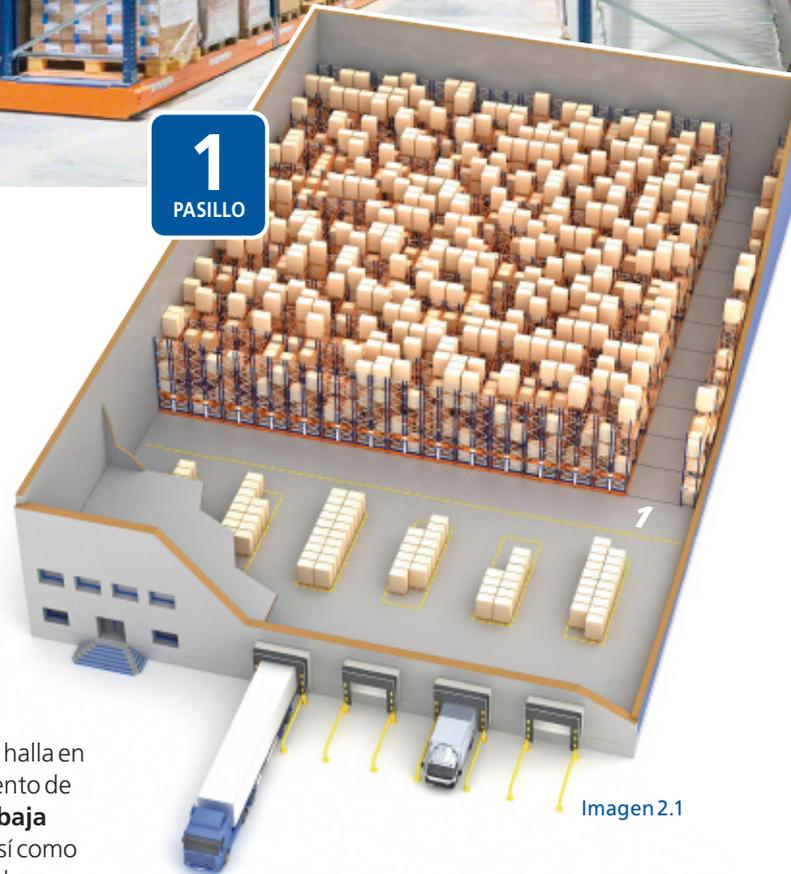
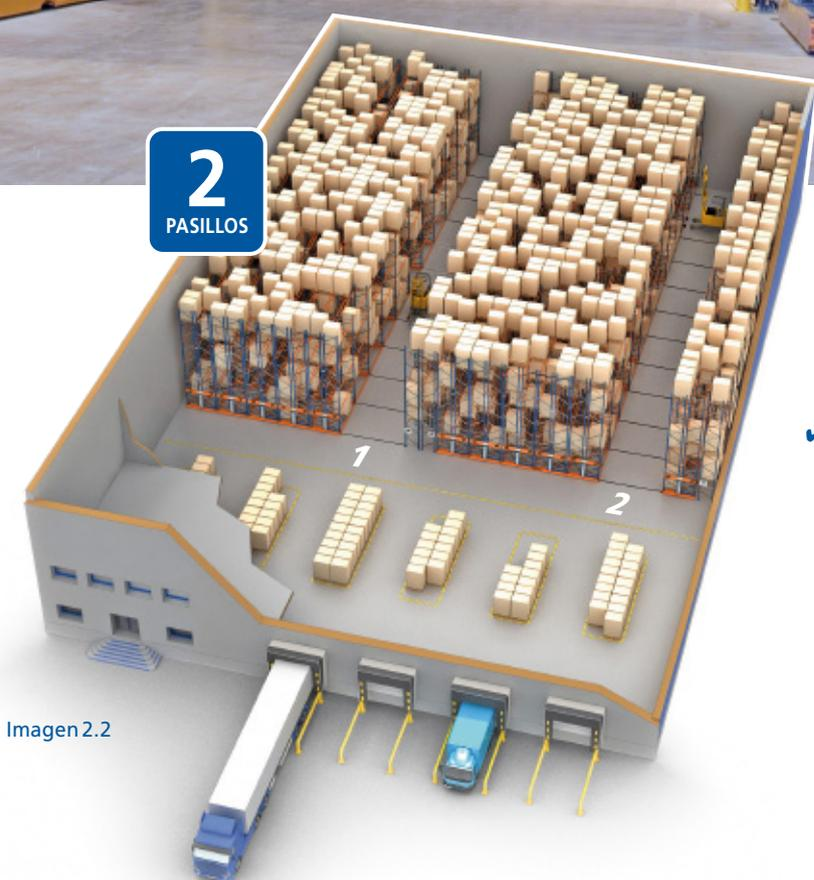

Imagen 2.1
Imagen 2.2
- ✓ Cuando se instala una Movirack con un único pasillo de acceso (imagen 2.1), se obtiene la **máxima capacidad**. Pero si se instalan dos o más pasillos (imagen 2.2), se consigue **mayor agilidad** en el manejo de los palets y en las operaciones dentro del almacén, a pesar de que la capacidad disminuye.